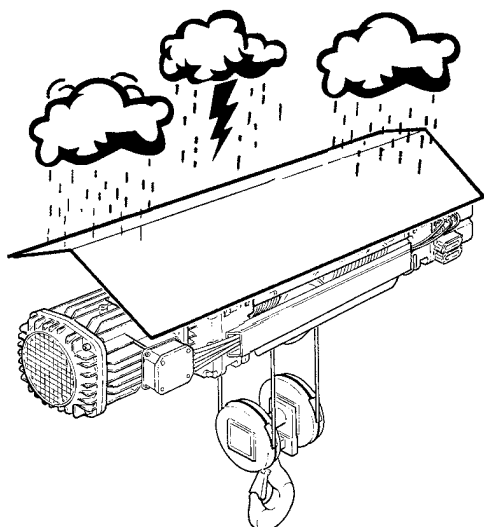

fig. 106
- **uso all'aperto:** il paranco può essere esposto agli agenti atmosferici durante e dopo l'utilizzo. Le parti elettriche del paranco e del carrello sono dotate di protezione IP55, è tuttavia raccomandabile proteggere il paranco ed il carrello con tettoie e ripari (fig. 106).